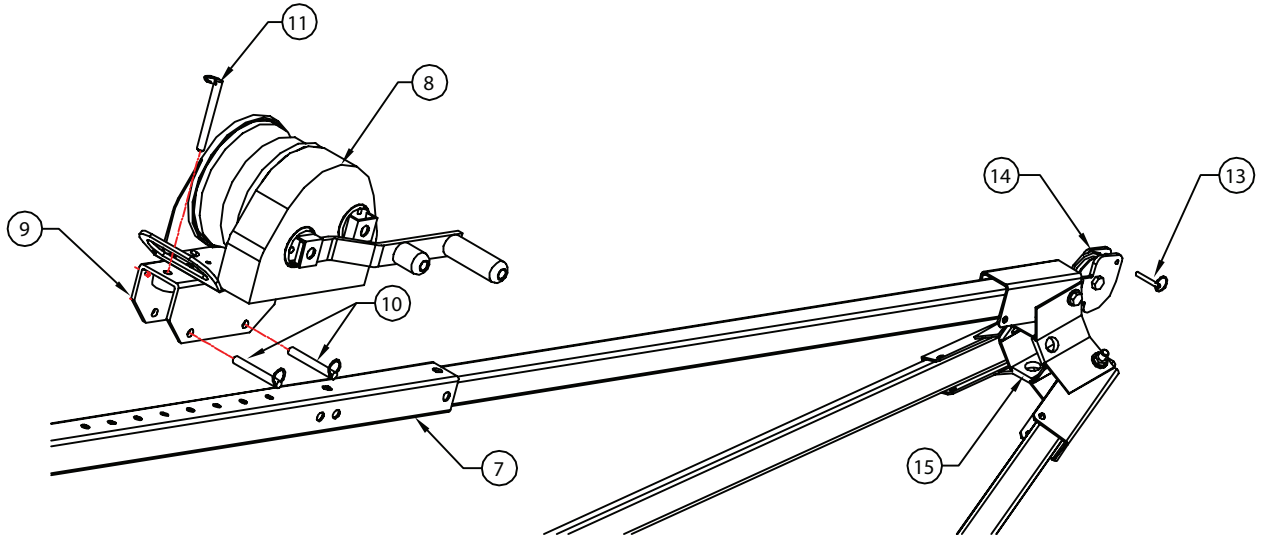

ABB. 4c
2. Die drei Haltestifte der Windenhalterung[10, 11] entfernen und die Windenhalterung[9] über dem Stativbein[7] montieren. (siehe Abb. 4c)